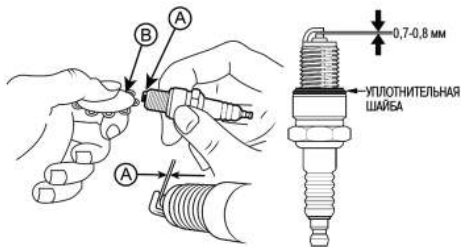

Рис. 12. Проверка зазора между электродами
4. Измерьте зазор А между электродами свечи зажигания специальным щупом В. Зазор А должен быть 0,7-0,8 мм (Рис. 12). При увеличении или уменьшении требуемого зазора, рекомендуется заменить свечу, так как регулировка зазора может привести к изменению качества искрообразования.